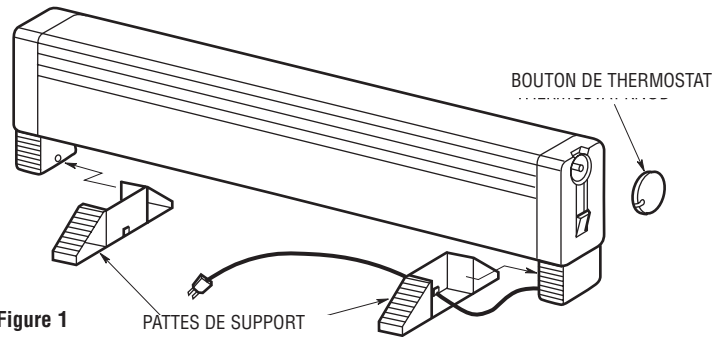

Figure 1
2. Enlevez une patte de support en plastique et un bouton de thermostat de l'emballage au fond du radiateur. La patte de support du côté droit est déjà montée avec le cordon d'alimentation et n'aura plus besoin que d'être enfilé en place comme montré en figure 1.
3. Adaptez les pattes de support de gauche et de droite sur le radiateur en les encliquetant en place comme montré en Figure 1.
4. Posez le bouton de thermostat sur la tige de thermostat comme montré en Figure 1.
4. Ne faites pas fonctionner le radiateur sans que ses pattes de support soient fixées comme montré en Figure 1.